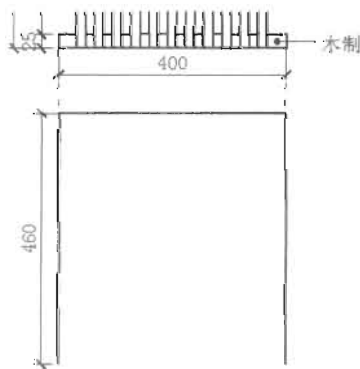

图 4-178
(2) 设置“轮廓”图层为当前图层, 使用直线连接两条垂直辅助线, 然后捕捉这条直线的两个端点向下绘制两条长度为 460mm 的直线段, 如图 4-178 所示。